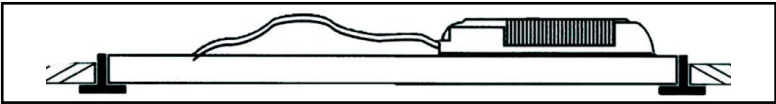
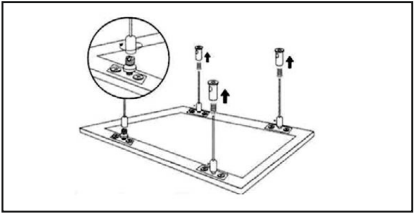
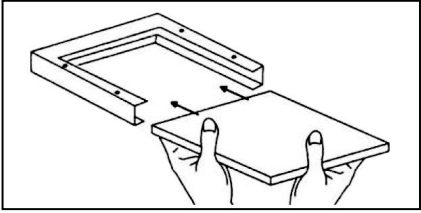

Рис. 2
Рис. 3
Рис. 4
- 5.10 Конструкцией осветительного прибора предусматривается как подвесное (рис.3), так и стационарное крепление. Стационарное встраиваемое путём установки на Т-профиль (рис.2) и стационарное накладное с помощью каркасной рамы (рис.4).